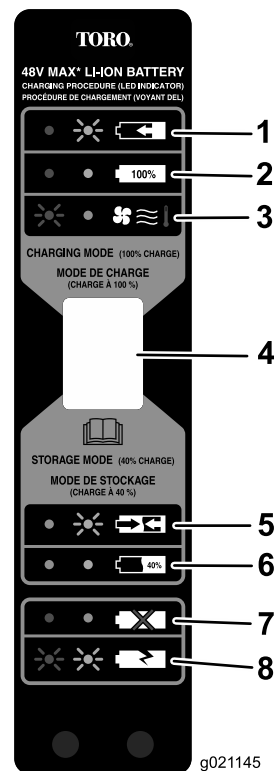

Figure 3
5. Reportez-vous à la Figure 3 pour interpréter les indications des diodes sur le chargeur de batterie.
Utilisez le mode de stockage (Figure 3) quand la batterie ne doit pas être utilisée pendant 1 mois ou plus.
4. Lorsque la batterie est prête au stockage (Figure 3), retirez-la du chargeur.